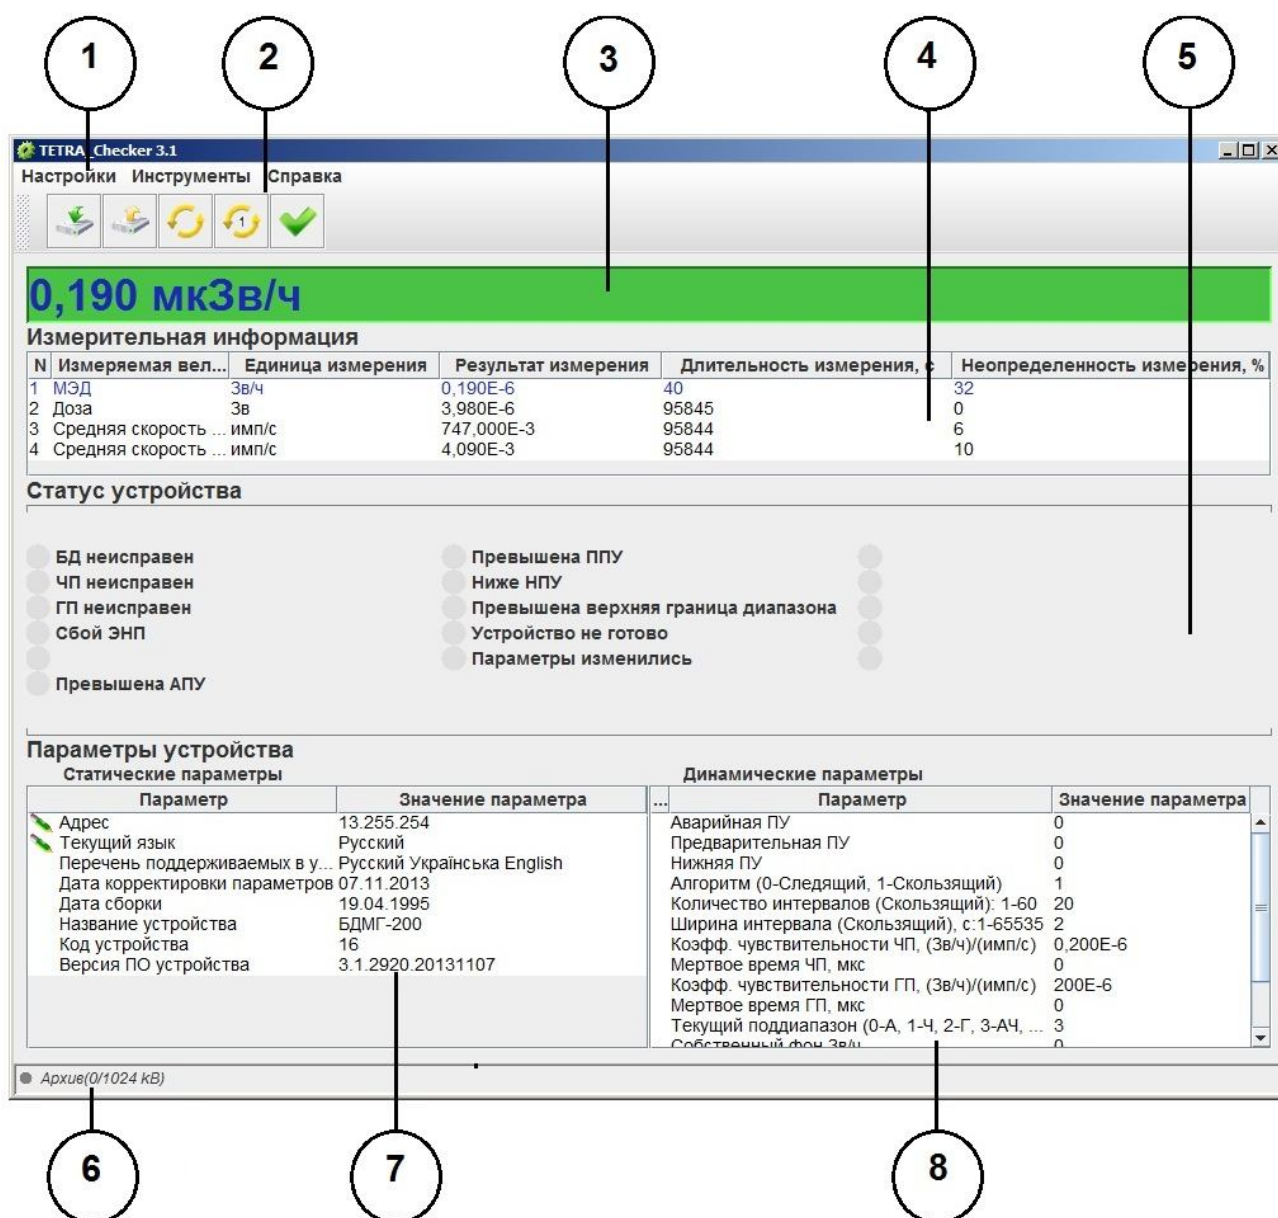
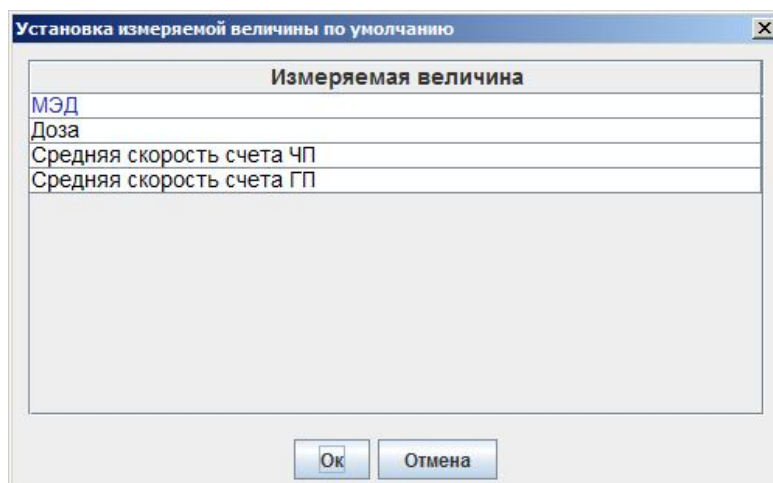

Рисунок 1 - Вид главного окна Программы
Рисунок 7 – Окно «Установка измеряемой величины по умолчанию»
Меню Программы (Рисунок 1, позиция 1) состоит из трех подменю:
- «Измерение по умолчанию (F6)». По клику пункта или нажатию кнопки «F6» открывается окно (Рисунок 7) с перечнем измеряемых величин СИ для выбора измеряемой величины по умолчанию. Подробнее об измеряемой величине по умолчанию см. эксплуатационную документацию СИ. Результат измерения выбранной величины будет индизироваться на информационной панели (Рисунок 1, позиция 3). На панели «Измерительная информация» соответствующая строка будет выделена цветом (Рисунок 1, позиция 4).